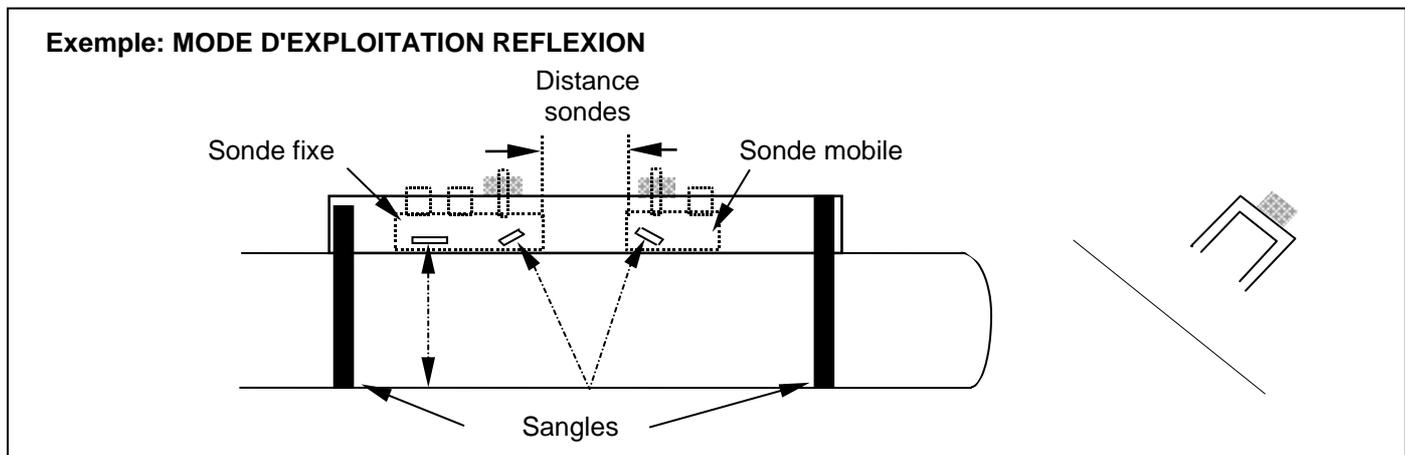

Figure 3
- Fixer l'ensemble sur la conduite comme représenté à la figure 3, puis tourner le bouton moleté de la sonde fixe dans le sens anti-horaire afin de faire plaquer la paroi de la sonde sur la conduite.
- Ajuster la distance d'écartement indiquée (voir figure 3) en glissant la sonde mobile le long de l'échelle graduée. Tourner ensuite le bouton moleté dans le sens anti-horaire afin plaquer la face de sonde contre la paroi.